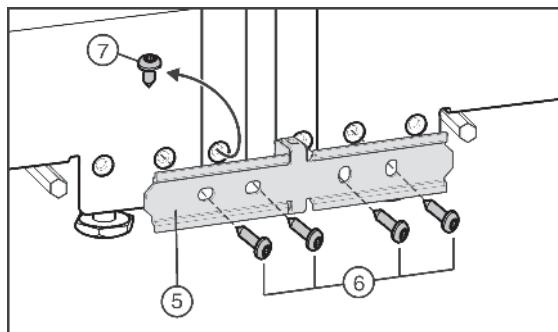

Fig. 6
► Если ваше устройство оснащено предварительно смонтированным винтом Fig. 6 (7): Выкрутите винт.
- Установите соединительный лист Fig. 6 (5) и закрепите его на одном устройстве с помощью двух винтов Fig. 6 (6).